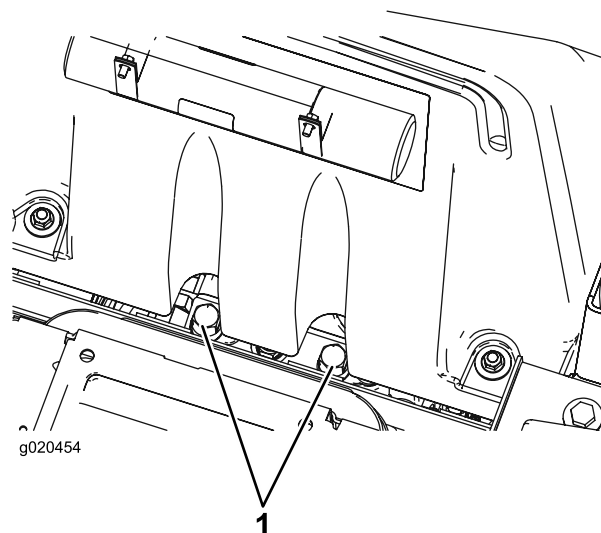

Figure 56
1. Soulevez le siège et localisez les vannes de dérivation qui sont situées sous l'avant du réservoir de carburant (Figure 56).